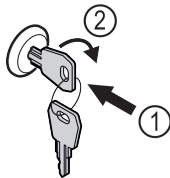

Fig. 103
- ▶ Vstavite ključ Fig. 103 (1).
- ▶ Ključ obrnite v smeri urnih kazalcev za 90° Fig. 103 (2).